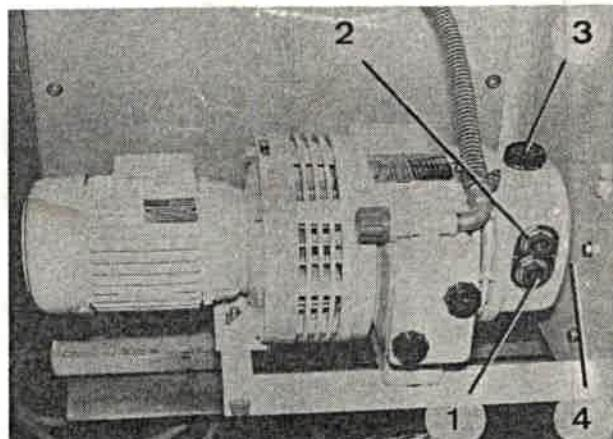

Bild 130
1. Öleinfüllknopf (Bild 130/3) aus dem Ölbehälter herausschrauben.
2. Ölablaßstopfen (Bild 130/4) aus dem Ölbehälter heraus schrauben.
4. Öl bis zur Max.-Markierung (Bild 130/2) auffüllen (Schmierstoff siehe Abschnitt 1.2).